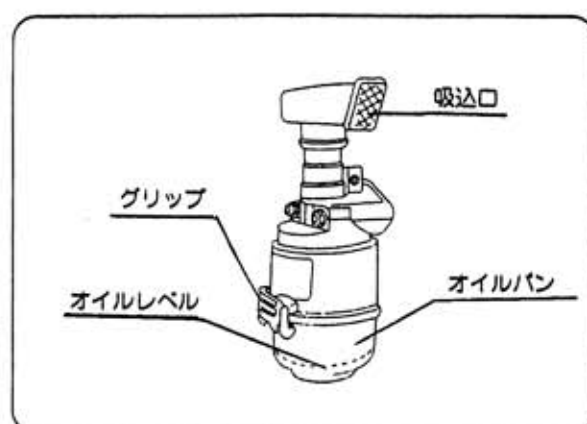

図36
- ① グリップを外し、オイルパンおよびエレメントを取外してください。(図36)
- ④ エアクリーナの吸込み口をホコリの少ない方向(ハンドル側)に向けてください。(図36)